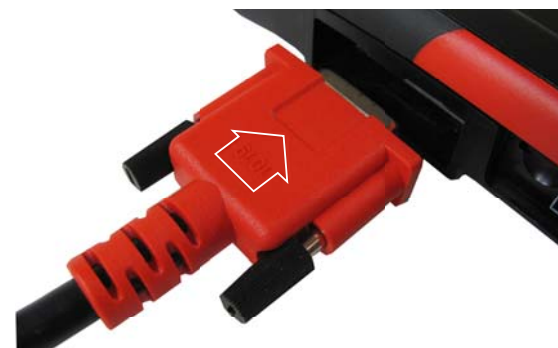

Figura 3-1 Seta destacada apenas para fins ilustrativos.
1. Para veículos compatíveis com OBD-II/EOBD, conecte o cabo de dados DA-4E (extremidade de 26 pinos) na ferramenta de diagnóstico (Figura 3-1). Conecte o cabo com a seta voltada para cima (lado do mostrador).